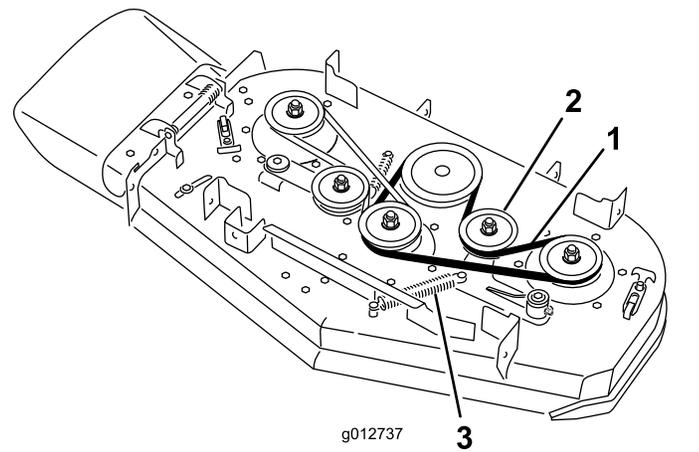

図 66
5. アイドラプーリのアームについているアンカーポストからスプリングを取り外す 図 66。
6. ベルトを取り外す 図 66。
7. デッキプーリ、クラッチプーリ、およびアイドラプーリに新しいベルトを掛け回す 図 66。
8. アンカーポストにスプリングを取り付ける 図 66。